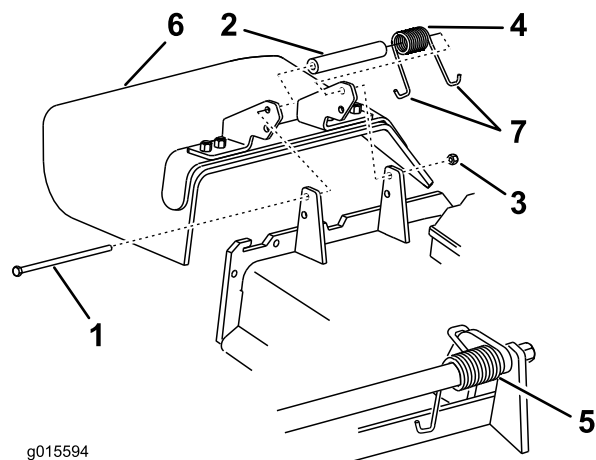

Figura 111
1. Retire a porca de bloqueio, o parafuso, a mola e o espaçador que fixam o defletor aos apoios de articulação (Figura 111).
2. Se o defletor de relva estiver danificado ou gasto, retire-o (Figura 111).
Nota: Certifique-se de que está montada uma extremidade em J por trás da extremidade da plataforma antes de colocar o parafuso como se mostra na Figura 111.
6. Coloque uma extremidade em gancho J da mola em torno do defletor de relva (Figura 111).